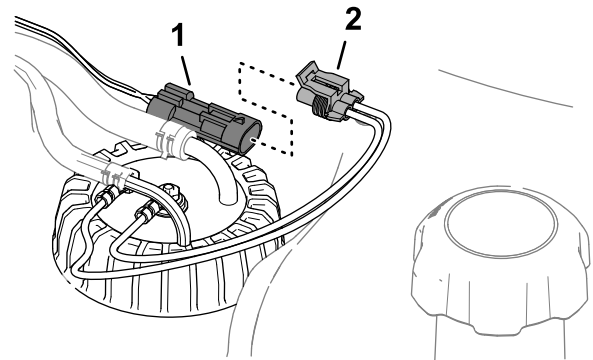

Figura 92
6. Ligue o conector de duas tomadas da cablagem de alimentação de combustível ao conector de cablagem da máquina (Figura 92).